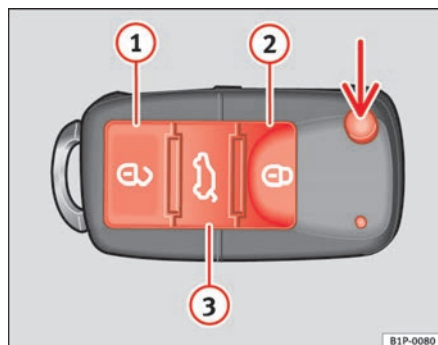

Fig. 63 Teclas de la llave con mando a distancia
Con la tecla $\Rightarrow$ fig. 63 (flecha) del mando, se desbloquea el paletón de la llave.
Desbloqueo del vehículo $\Rightarrow$ fig. 63 ①.
Bloqueo del vehículo $\Rightarrow$ fig. 63 ②.
Desbloqueo del portón trasero. Pulse la tecla $\Rightarrow$ fig. 63 ③ hasta que todos los intermitentes del vehículo parpadeen brevemente. Al pulsar la tecla de desbloqueo $\Rightarrow$ fig. 63 ③, dispone de 2 minutos para abrir el portón. Una vez transcurrido este tiempo se bloqueará de nuevo.
Además, el testigo de la pila de la llave $\Rightarrow$ fig. 63, parpadea.
Pulsando una vez la tecla $\Rightarrow$ fig. 63 ①, se abrirá sólo la puerta del conductor, permaneciendo el resto cerradas.
Pulsando dos veces la tecla  ⇒ **página 106, fig. 63** , se desbloquearán todas las puertas.
- Pulse la tecla  ⇒ **página 106, fig. 63** del mando a distancia.